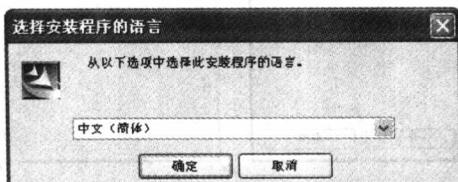

图 1-2 安装程序的语言选择界面
(4) 首先安装 NX 服务程序，在对话框中选择 Install License Server，出现如图 1-2 所示安装程序的语言选择界面。